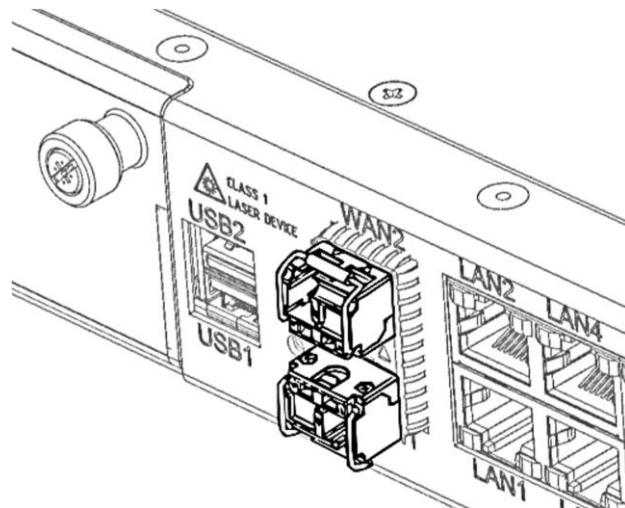
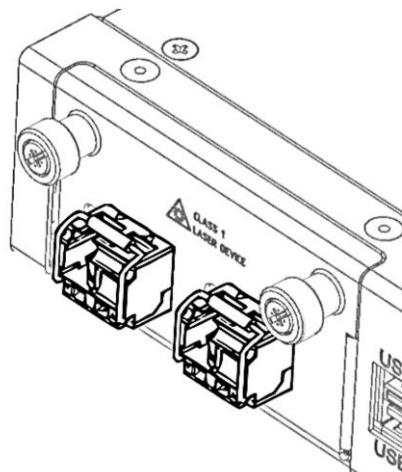

Рисунок 40 – SFP-трансиверы, установленные в слоты изделия
Рисунок 41 – SFP-трансиверы, установленные в слоты модуля расширения
- надавите на трансивер по направлению внутрь корпуса изделия до появления характерного щелчка фиксации (Рисунок 40, Рисунок 41);